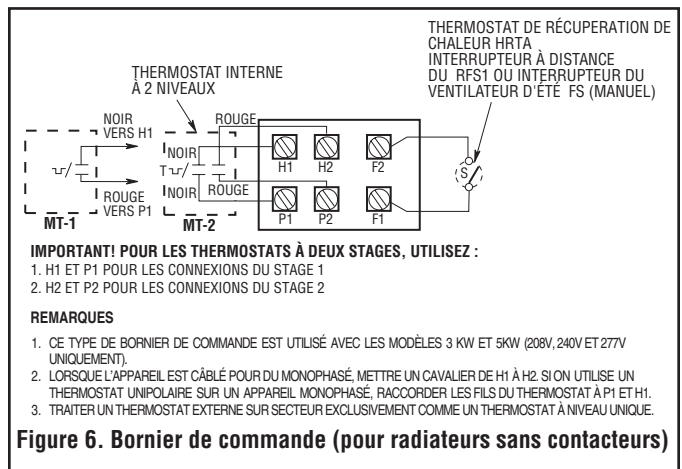
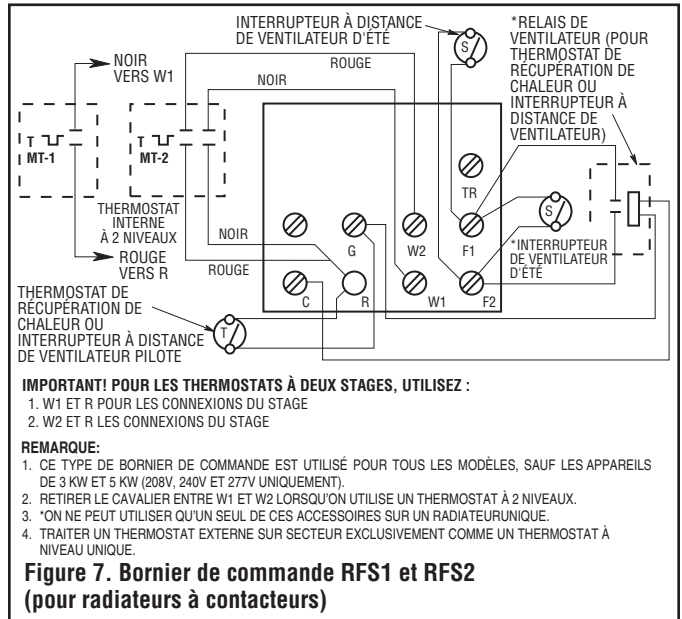

Figure 6. Bornier de commande (pour radiateurs sans contacteurs)
Figure 7. Bornier de commande RFS1 et RFS2 (pour radiateurs à contacteurs)
4. Une pastille détachable de 12,7 mm (1/2 po) se trouve à la face arrière du radiateur, à côté du bornier de commande. Utiliser une borne vissable convenant à la vis n°8 du bornier de commande. Raccorder l'extrémité d'un fil conducteur à la borne "R" et l'extrémité de l'autre fil conducteur à la borne "G". Consulter la figure 7.
2. Raccorder les fils conducteurs du relais au bornier de commande comme l'indique la figure 7. La borne correspondante est indiquée sur chaque fil; raccorder les fils comme l'indique le schéma.
(Pour les radiateurs munis d'un circuit de commande de 24 volts, voir la figure 7 et passer à l'étape 1. Pour les radiateurs avec commande alimentée par le secteur, voir la figure 6 et passer à l'étape 3).
2. Raccorder les fils conducteurs provenant du relais au bornier de commande comme l'indique la figure 7. La borne correspondante est indiquée sur chaque fil; raccorder les fils comme l'indique le schéma.
8. Effectuer le câblage conformément au schéma de câblage, figure 7.